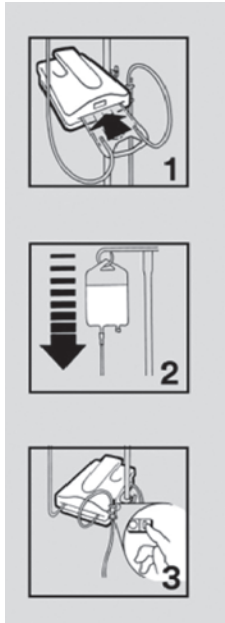

Abbildung 4
- 2. Die Kassette in den Einschub der Erwärmungseinheit schieben. Die Kassette passt nur in einer Richtung in das Gerät (siehe Abbildung 4, Nr. 1).
- 3. Das Erwärmungsset befüllen. Weitere Informationen zum Vorbereiten des Sets finden Sie in den Anweisungen, die im Lieferumfang des Erwärmungssets enthalten sind (siehe Abbildung 4, Nr. 2).
- 5. Das Netzkabel in eine geeignete Steckdose stecken. Einheit einschalten (siehe Abbildung 4, Nr. 3). Nach wenigen Sekunden leuchtet das alphanumerische Display auf. Es dauert weniger als zwei Minuten, bis die Einstelltemperatur von 41 °C erreicht wird.